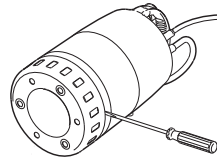

Рис. 9 Демонтаж приемного фильтра
3. Вставить отвертку в выточку между корпусом насоса и впускным сетчатым фильтром и повернуть ее, смотрите рис. 9.
2. Вставить отвертку в выточку между корпусом насоса и впускным сетчатым фильтром и повернуть ее, смотрите рис. 9.